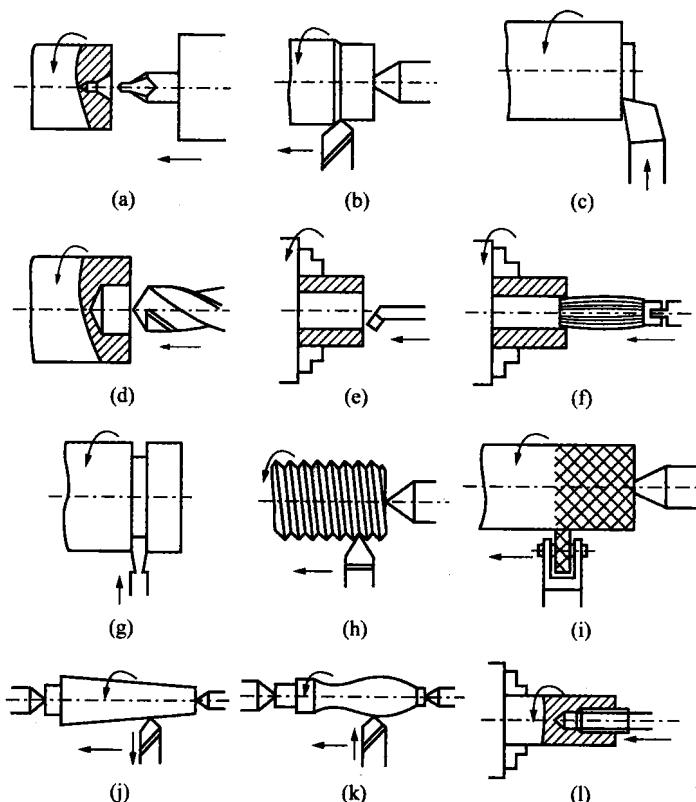

图 1-1 卧式车床主要加工工艺类型
① 车床适用于车削加工，一般用于加工旋转面零件，车床加工的基本内容如图 1-1 所示。所谓车削加工是在车床上由主轴带动工件旋转，工作台带动刀具与工件做相对运动所进行的切削加工。